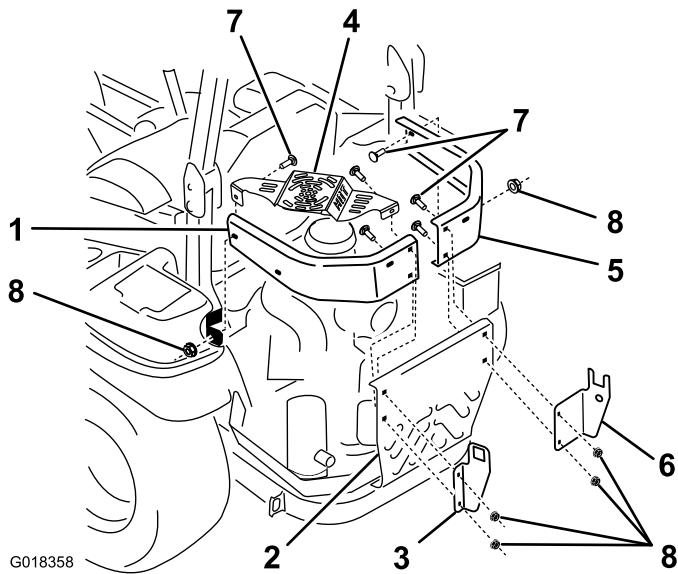

Figura 4
- A. Retire los pernos y las tuercas que sujetan el parachoques izquierdo y el protector del silenciador al chasis y al protector central del motor, según se indica en Figura 4.
- Alinee el parachoques izquierdo nuevo con el punto de montaje delantero del chasis y con los puntos de montaje del parachoques del protector central del motor (Figura 4).
- Alinee la pestaña de montaje (la que tiene 2 taladros) del soporte izquierdo hacia la izquierda, según se muestra en Figura 4.
- Alinee los taladros del soporte izquierdo del bastidor y los taladros traseros del parachoques izquierdo con los taladros del protector central del motor (Figura 4).
central del motor con un perno de cuello cuadrado (3/8" x 1 1/4") y una tuerca con arandela prensada (3/8") (Figura 4).
- Coloque el protector térmico del silenciador con las pestañas de montaje dentro del parachoques izquierdo (Figura 4).
- Alinee los taladros del soporte izquierdo del bastidor, el parachoques izquierdo y el protector del silenciador con el taladro superior del protector central del motor (Figura 4).
- Sujete provisionalmente el soporte, el parachoques y el protector del silenciador al taladro superior del protector central del motor con un perno de cuello cuadrado (3/8" x 1 1/4") y una tuerca con arandela prensada (3/8") (Figura 4).
- Alinee los taladros delanteros del parachoques izquierdo y del protector del silenciador con el punto de montaje delantero del chasis. (Figura 4).
- Sujete el parachoques y el protector al punto de montaje con un perno de cuello cuadrado (3/8" x 1 1/4") y una tuerca con arandela prensada (3/8") (Figura 4).
- Alinee el parachoques derecho nuevo con el punto de montaje delantero del chasis y con los puntos de montaje del parachoques del protector central del motor (Figura 4).
- Alinee la pestaña de montaje (la que tiene 2 taladros) del soporte derecho hacia la izquierda, según se muestra en Figura 4.
- Alinee los taladros del soporte del bastidor derecho y los taladros traseros del parachoques derecho con el protector central trasero del motor (Figura 4).
- Sujete provisionalmente el soporte y el parachoques al protector central del motor con 2 pernos de cuello cuadrado (3/8" x 1 1/4") y 2 tuercas con arandela prensada (3/8") (Figura 4).
- Alinee el taladro delantero del parachoques derecho nuevo con el punto de montaje delantero del chasis (Figura 4).
- Sujete el parachoques al punto de montaje con un perno de cuello cuadrado (3/8" x 1 1/4") y una tuerca con arandela prensada (3/8") (Figura 4).